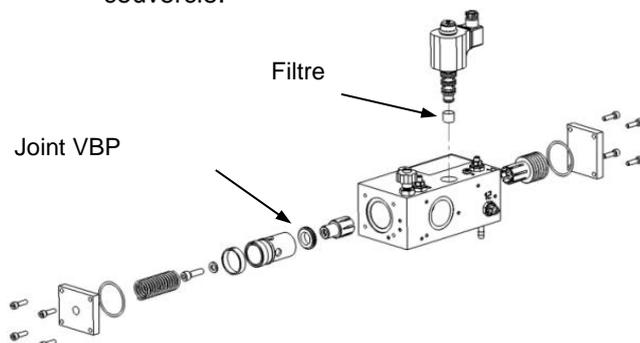

Figure 15 – Vue éclatée soupape HDU
3. Remplacer le joint de la VBP de la façon suivante (voir *Figure 15*) :